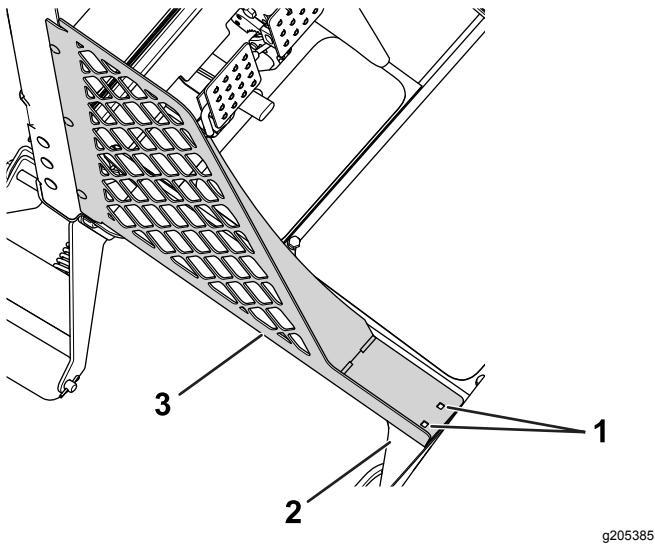

Bild 1
- A. Markieren Sie die Bereiche, an denen die untere Platte die Fußplattform berührt (Bild 1).